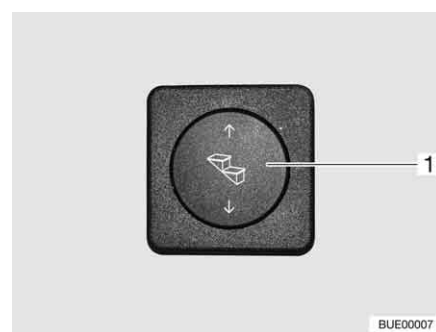

Fig. 9 Pulsante per il comando dello scalino di ingresso
- Premere in basso il pulsante basculante (Fig. 9,1) e tenerlo premuto (almeno 3 secondi), fino a che lo scalino di ingresso è stato completamente estratto.
- Premere in alto il pulsante basculante (Fig. 9,1) fino a che lo scalino di ingresso è completamente inserito.